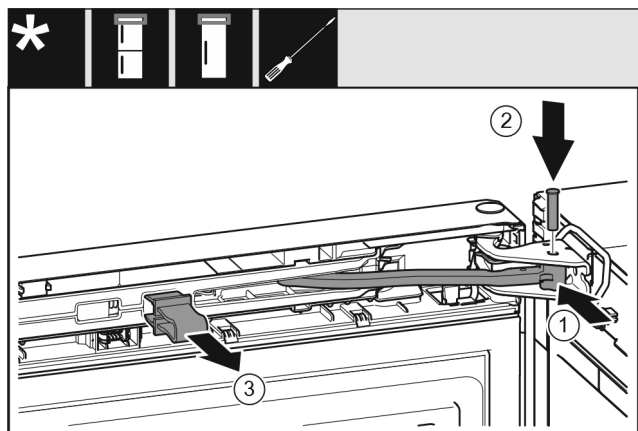

Fig. 34
- ▶ Tourner la jointure Fig. 34 (1) dans le support de palier.
- ▶ Insérer l'axe Fig. 34 (2) dans le support de palier et la jointure. Veiller à ce que l'ergot soit bien en place dans la rainure.
- Retirer la fixation Fig. 34 (3).